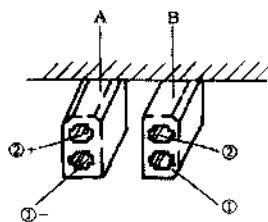
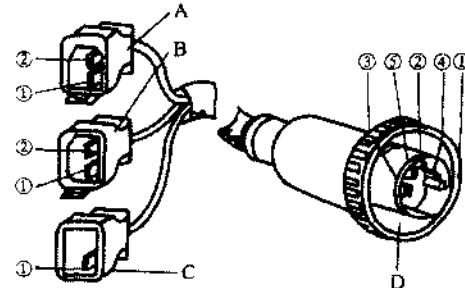

图 2.30 2+2PIN 诊断座
图 2.31 诊断连线 V.A.G1551/1
(1) 诊断连线 V.A.G1551/1。“一汽”在 1993~1995 年间生产的奥迪 100、奥迪 200 等轿车，其诊断座类型为 2+2PIN，如图 2.30 所示。与故障诊断仪连接时需采用诊断连线 V.A.G1551/1，诊断连线如图 2.31 所示，诊断座中黑色插座 A 的插孔①为电源负极，插孔②为电源正极；白色插座 B 的插孔①为数据线 L，插孔②为数据线 K。